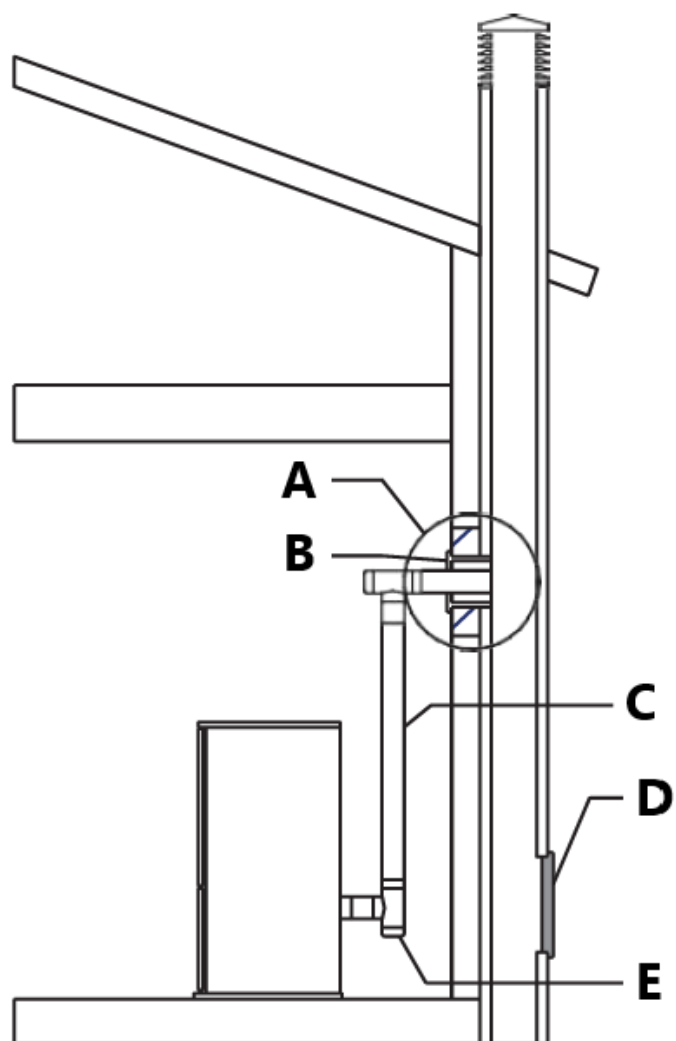

Fig. 12
- Hvis du ønsker å bruke en eksisterende skorstein, anbefales det på det sterkeste at du får den kontrollert av en profesjonell skorsteinsfeier for å sikre at den er helt lufttett (fig. 12). Grunnen til dette er at røyken, fordi den er litt under trykk, kan trenge inn i eventuelle sprekker i røykrøret og slippe ut i oppholdsrom. Hvis du ved inspeksjon finner ut at skorsteinen ikke er helt forsvarlig, kan det være nødvendig med en ny foring av skorsteinen med enten PL-ventil eller enkeltvegget rustfritt stålrør for å bringe skorsteinen i samsvar. Hvis den eksisterende skorsteinen er bred nok, anbefaler vi et rør med en maksimal diameter på 15 cm.